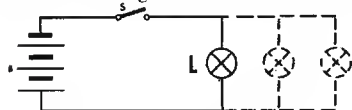
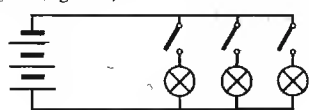

Fig. 360. Collegamento semplice di lampadine.
Fig. 361. Collegamento singolo di più lampadine.
Vogliamo adesso mettere a profitto le cognizioni finora acquisite, per illuminare la casetta della bambola descritta a pag. 50 e segg. Siccome è già stata descritta la fabbricazione degli apparecchi d'illuminazione, non ci rimane da descrivere che la posa delle linee, col giusto collegamento fra le singole parti. Per poter inserire e disinserire a piacere una lampadina, dobbiamo collegare in « derivazione » la batteria (B), l'interruttore (S) e la lampadina (L) (vedi fig. 360). Se con uno stesso interruttore vogliamo inserire più lampadine, dovremo collegare le lampadine in parallelo, come accennato con linee tratteggiate. Di solito vorremo però inserire ogni lampadina singolarmente e dovremo perciò impiegare un interruttore per ogni lampadina (fig. 361).